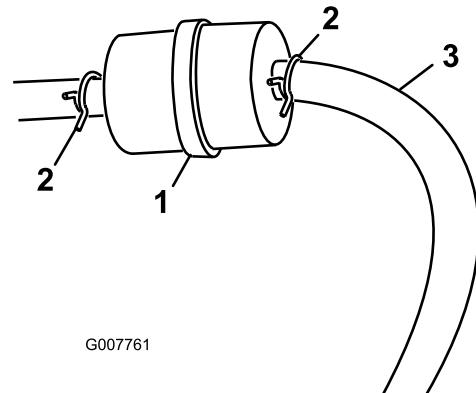

图26
3. 将软管夹的两端挤压到一起，将它们滑离滤清器（图26）。
5. 安装新的滤清器，并将软管夹移近滤清器（图26）。
3. 松开燃油滤芯上的软管夹、沿燃油管向上滑动、使之离开燃油滤芯（图26）。
4. 从燃油滤芯上断开燃油管（图26）。
注意：让燃油排入燃油容器或放油盘（图26）。
5. 将燃油管安装到燃油滤清器上。将软管夹滑近燃油滤清器，固定燃油管（图26）。